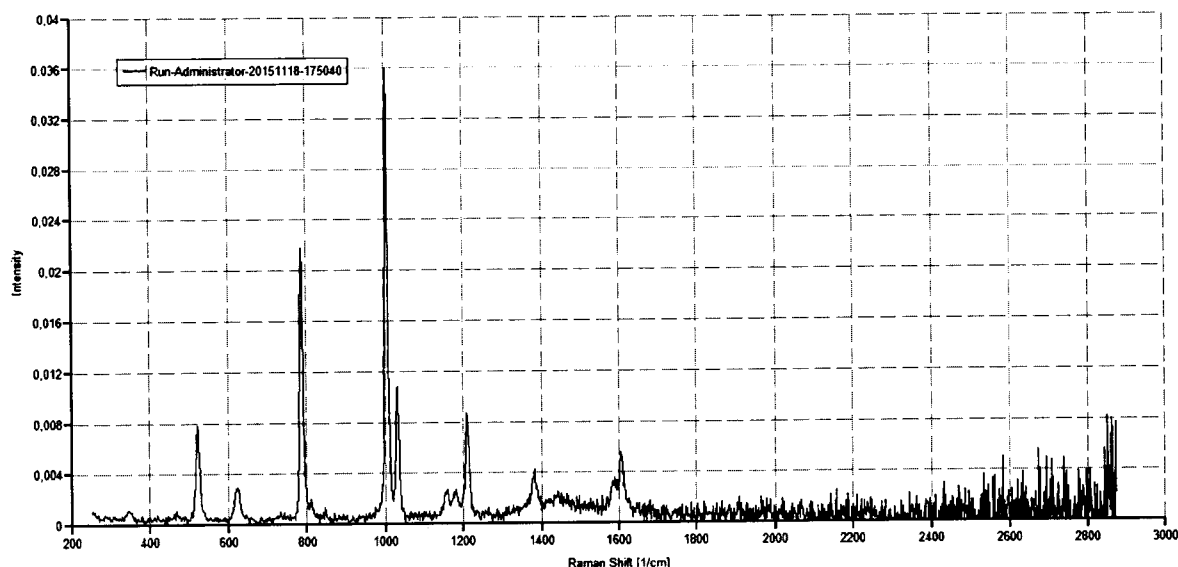

Рис.9. Спектр толуола
6.4.2.7. Открыть файл на компьютере с помощью программы для просмотра спектров (например, **SpekWin 32**). Формат файла **SPC**. Вид спектра представлен на рис. 9.